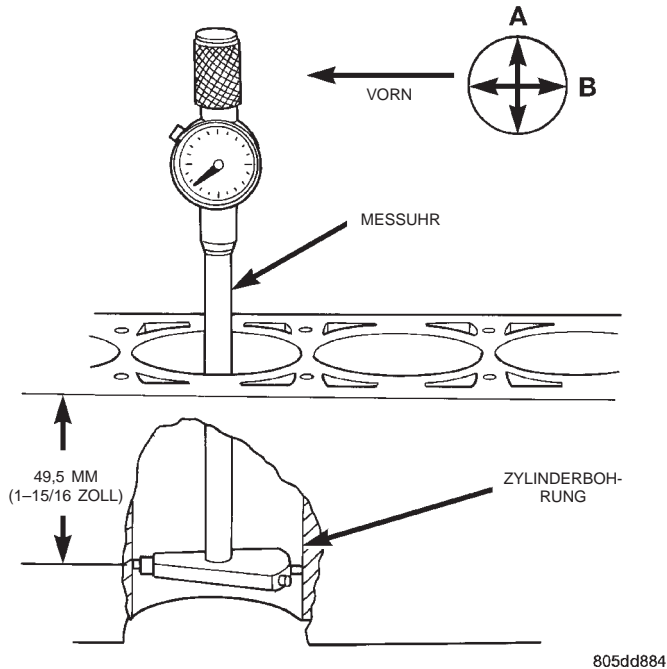

Abb. 4 Zylindermeßuhr
(1) Um den passenden Kolben auszuwählen, ist die Zylindermeßuhr mit einer ABLESEGENAUIGKEIT von 0,003 mm (0,0001 Zoll) erforderlich. Kein Innenmikrometer verwenden, falls keine Messuhr zur Verfügung steht.
(2) Innendurchmesser des Zylinders 49,5 mm (1-15/16 Zoll) unterhalb der Bohrungsoberrseite messen. Senkrecht (gegenüber oder mit 90 Grad) zur Achse der Kurbelwelle an Punkt A beginnen und danach eine zusätzliche Messung um 90 Grad dazu versetzt an Punkt B vornehmen (Abb. 4).
(3) Die beschichteten Kolben werden komplett mit dem Kolbenbolzen und dem vorinstallierten Pleuel ausgetauscht. **Der beschichtete Kolben sowie das Pleuel können zur Überholung älterer Motoren verwendet werden und MÜSSEN als komplette Einheiten ausgetauscht werden.** Speziell